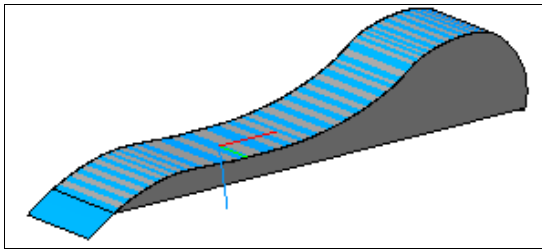

Рис. 24.13. Модель 19
- ◆ нажмите кнопку **Создать объект**. Система создаст твердое тело (рис. 24.13). Сохраните модель под именем Модель 19.